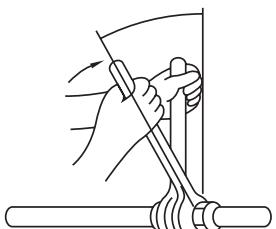

Fig. 5-8
- Uz cauruļu saskares virsmas plānā kārtījā uzklājiet dzesēšanas sistēmas eļļu. (Fig. 5-8)